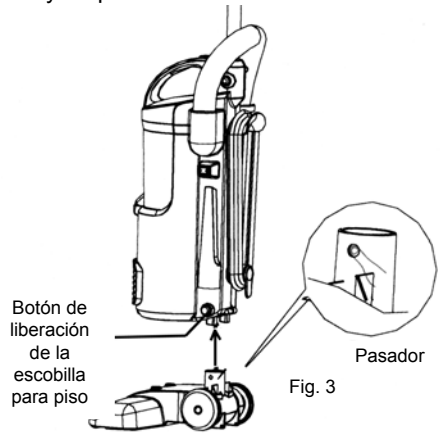

Fig. 3
Inserte la escobilla para piso en su lugar, en la dirección que indica la flecha. (Fig. 3)
- Presione el botón de liberación de la escobilla para piso para extraerla. (Consulte la Fig. 3 en página 4)